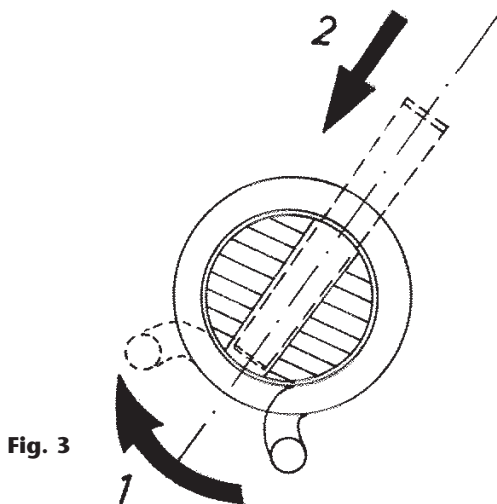

Fig. 3
4. Lift the inside end of the spring with the help of a screwdriver until pin bearing is surpassed (fig. 3). Introduce this piece completely.
3. Lever le côté intérieur du ressort avec l'aide d'un tournevis jusqu'à dépasser le siège de la goupille (fig. 3). Introduire celui-ci à fond.
4. Levantar a extremidade interior da mola fazendo alavanca com uma chave de fenda até ultrapassar o encaixe das cupilhas (fig. 3). Introduzir as peças ao fundo empurrando.
4. Levante el extremo interior del muelle haciendo palanca con un destornillador hasta superar el alojamiento del pasador (fig. 3). Introduzca este a fondo mediante impactos.
4. Heben Sie das innere Ende der Feder mit Hilfe eines Schraubendrehers an, bis es die Stift-Bohrung passiert (Abb. 3). Schieben Sie den Stift durch die genannte Bohrung, um die Torsionsfeder zu arretieren.